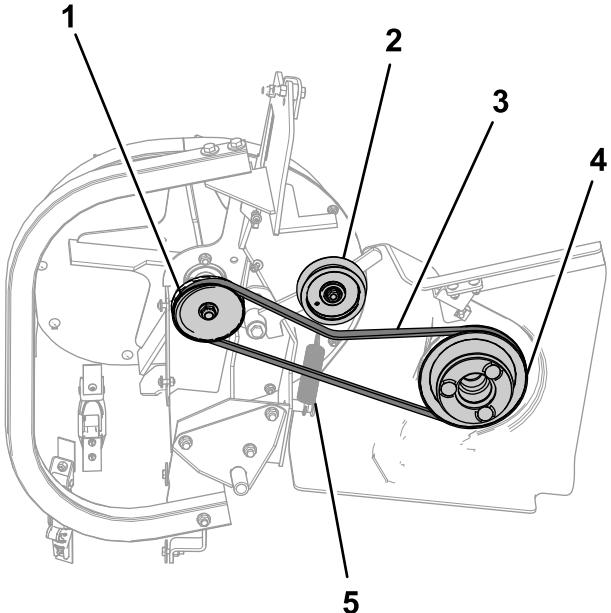

Figura 37
- Coloque la correa del soplador alrededor de la polea motriz, como se muestra en la Figura 37.